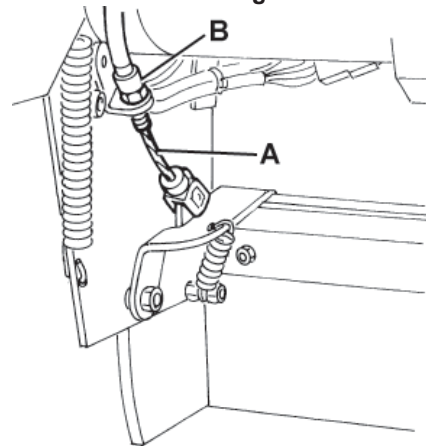

Abbildung 23
Falls erforderlich, das Schmutzfangklappenkabel (A, Abb. 23) mit der Einstellvorrichtung (B) vorne links auf der Schmutzfangklappe einstellen (für das Auswechseln des Steuerkabels der vorderen Schmutzfangklappe siehe Service-Anleitung).